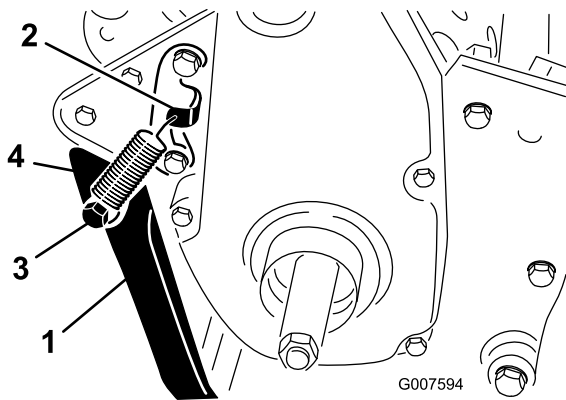

Bild 6
2. Haken Sie die Feder in das Loch an der Federhalterung und am Federbolzen ein. Fluchten Sie gleichzeitig den Ständer mit den Befestigungslöchern am Hinterrahmen aus (Bild 6).
3. Montieren Sie den Ständer an jeder Seite des Rahmens mit einer Schraube, einer Sicherungsscheibe, einem Distanzstück, einer Flachscheibe und Sicherungsmutter (Bild 6). Legen Sie das Distanzstück in das Befestigungsloch des Ständers ein.